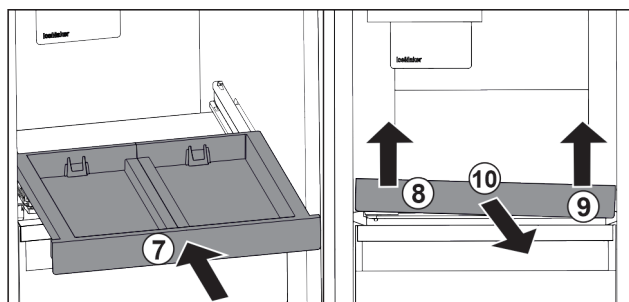

Fig. 20
- ▶ Wsunąć wysuwana półkę. Fig. 20 (7)
- ▶ Unieść wysuwana półkę z przodu po lewej. Fig. 20 (8)
- ▶ Unieść wysuwana półkę z przodu po prawej. Fig. 20 (9)
- ▶ Wyjąć wysuwana półkę do przodu. Fig. 20 (10)